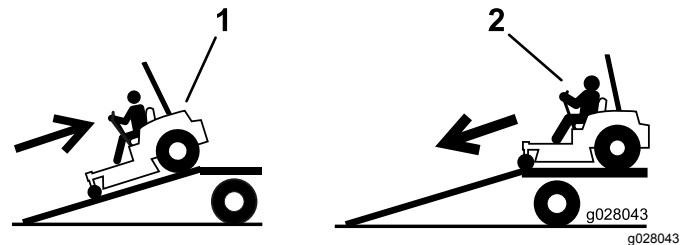

Figura 42
2. Baje la máquina por la rampa conduciendo hacia adelante (Figura 42).